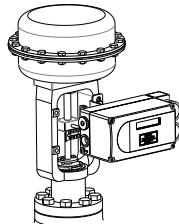

图6 装配效果图
1. 用十字螺丝刀拧下MSP-25产品背面的无管路堵头(如图6所示)。同时用1/4"堵头堵住出气口1(P1)。